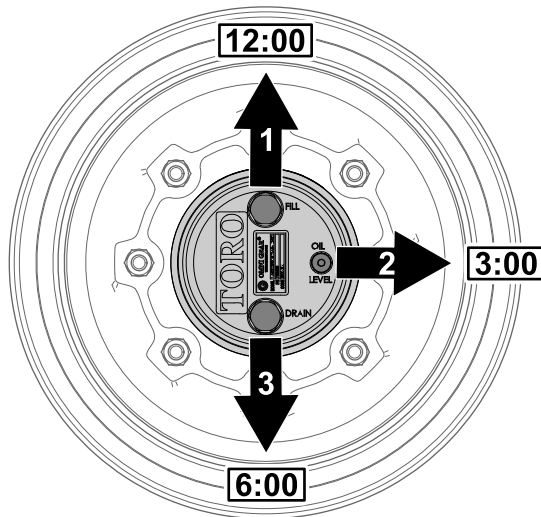

Figura 137
1. Parcai maina pe o suprafață uniformă, poziionai roata astfel încât buonul de umplere să fie în poziia orei 12, buon de verificare să fie în poziia orei 3, iar buonul de golire să fie în poziia orei 6 (Figura 137).
2. Îndepărtai buonul de verificare în poziia corespunzătoare orei 3 (Figura 137).
1. Parcai maina pe o suprafață plană, poziionai roata astfel încât buonul de umplere să fie în poziia corespunzătoare orei 12, buonul de verificare în poziia corespunzătoare orei 3 i buonul de golire în poziia corespunzătoare orei 6; consultați Figura 137 din Verificarea lubrifiantului pentru angrenajul planetar (Pagină 77).